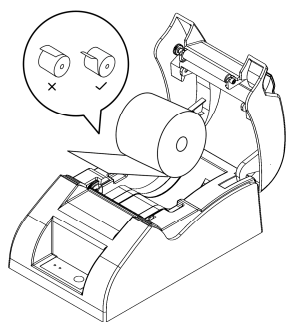

图 4.6-1
- 2) 打开打印机上盖，将纸卷放入纸仓（如图4.6-1）；